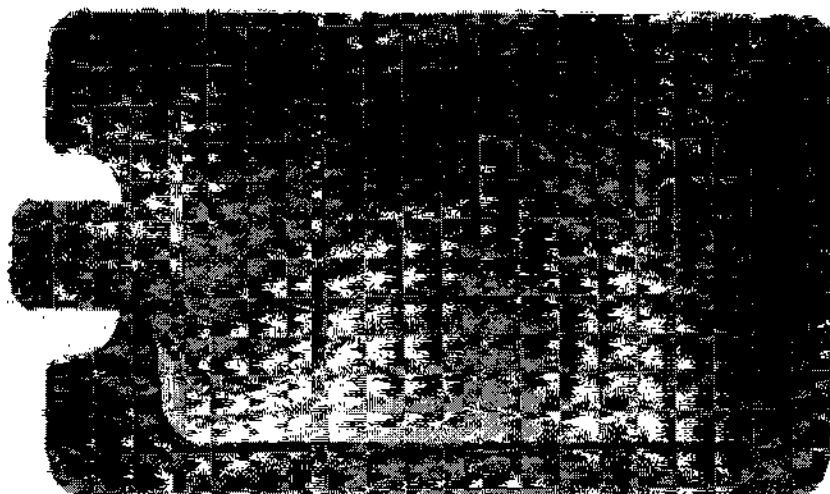

Рисунок 27 – Нейтральный электрод
3.8.7 Электрод нейтральный клейкий (рис.27) – прикрепляемый на поверхность тела пациента, используется при работе комплекса в монополярном режиме и в режиме резекции. Необходим для замыкания цепи высокочастотного тока и снижения его плотности в тканях тела вне области абляции для исключения ожогов.